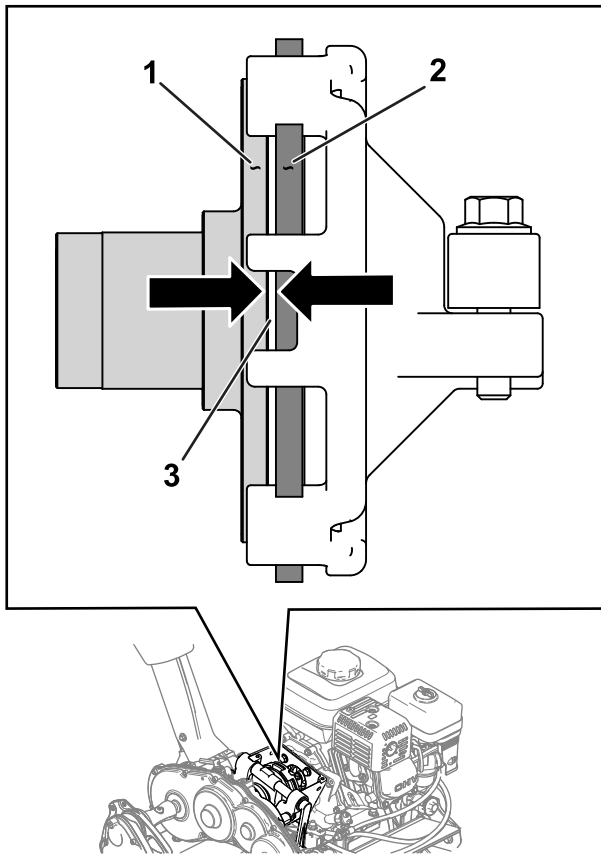

Figura 35
2. Afloje las contratuercas y ajuste el cable de tracción (Figura 34) hasta que quede un espacio de 1.1 mm (0.045") entre el disco de fricción y el plato de presión (Figura 35).